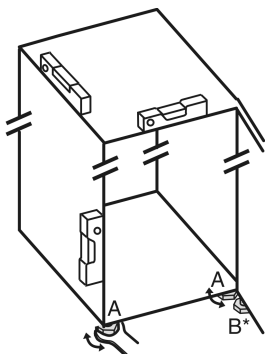

Fig. 23
- ▶ Seřizovací nožky Fig. 23 (A) vyšroubujte pomocí přiloženého vidlicového klíče a pomocí vodováhy, dokud nebude spotřebič pevně vyrovnaný.
- ▶ Seřizovací nožku Fig. 23 (B) na stojanu ložiska vytáchejte pomocí přiloženého vidlicového klíče, až dosedne na zem.
- ▶ Seřizovací nožku Fig. 23 (B) otáčejte dál o 90°.